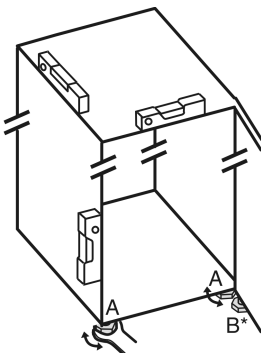

Fig. 36
- ▶ Stellfüße Fig. 36 (A) mit beiliegendem Gabelschlüssel und mit Hilfe einer Wasserwaage herausdrehen, bis das Gerät fest und ebenstehend ausgerichtet ist.
- ▶ Stellfuß Fig. 36 (B) am Lagerbock mit beiliegendem Gabelschlüssel herausdrehen, bis er auf dem Boden aufliegt.
- ▶ Stellfuß Fig. 36 (B) um 90° weiter drehen.